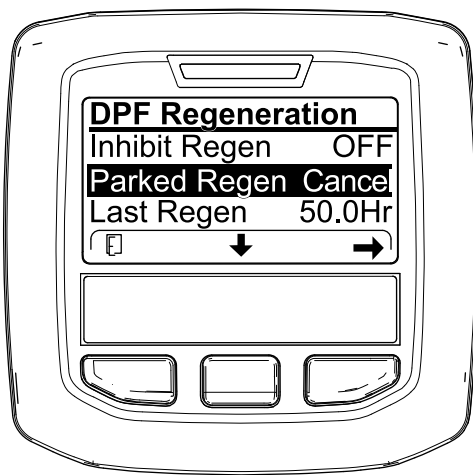
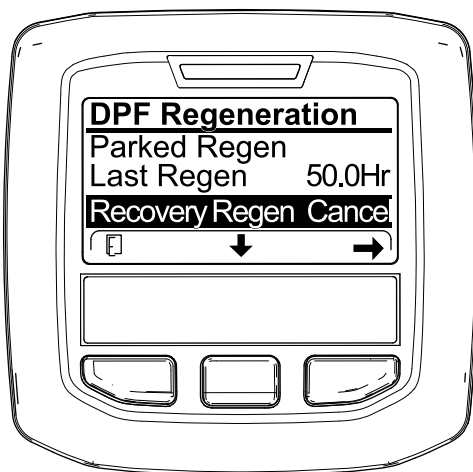

Figura 63
Figura 64
1. Acceda al menú DPF Regeneration (Regeneración de DPF) (Figura 63).
2. Pulse el botón central para desplazarse hacia abajo, hasta la opción PARKED REGEN CANCEL (Cancelación de regeneración con máquina aparcada) (Figura 63) o la opción RECOVERY REGEN CANCEL (Cancelación de regeneración de recuperación) (Figura 64).
3. Pulse el botón derecho para seleccionar la opción Regen Cancel (Cancelación de regeneración) (Figura 63 o Figura 64).